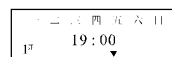

图1a
⑨	按“手动/自动”键	使开关标志“ ▼ ”指向开关当前控制状态(开或关), 再调到“自动”状态
- 按照步骤①、②、③, 使显示屏显示如图1a所示。